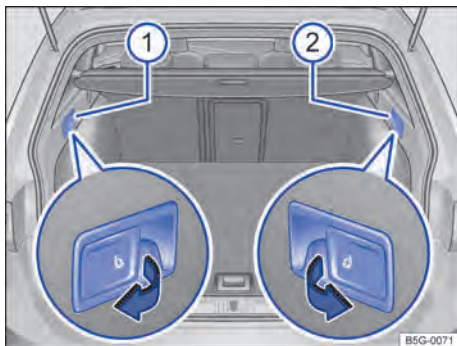

Fig. 95 No compartimento de bagagem: alavanca de destravamento à distância para a parte esquerda ① e para a parte direita ② do encosto do banco traseiro.
- ① Botão de destravamento da parte *esquerda* do encosto do banco traseiro.
- ② Botão de destravamento da parte *direita* do encosto do banco traseiro.
- Puxar a alavanca de destravamento à distância → Fig. 95 da parte do encosto a ser rebatida para frente.